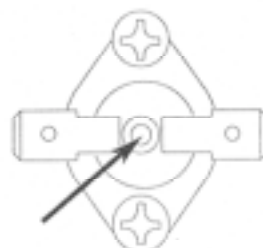

Fig. 3
- Legg merke til at minimumsavstanden ifølge fig. 1 på side 3 må overholdes. Varmeviften må ikke monteres med utblåsningsretning mot vegg, fig. 3.